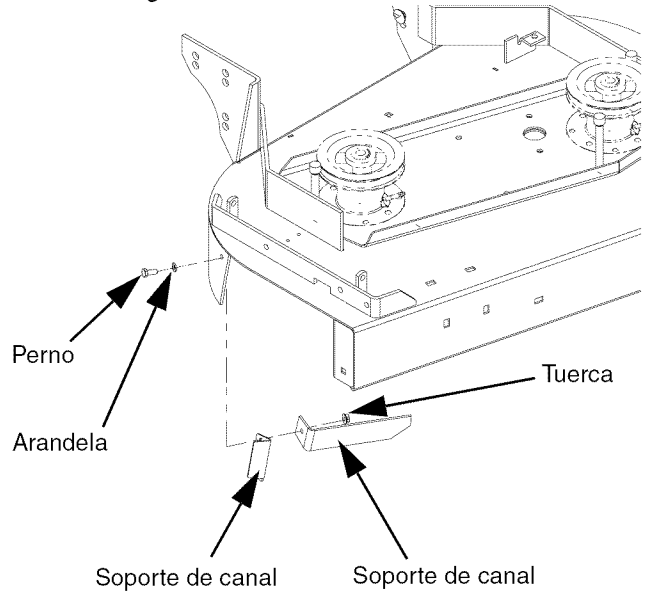

Figura 9
- Fije el soporte del canal [S] y el soporte del canal anteriormente extraído en el paso 8 a la parte interna de la plataforma de la cortadora usando (1) perno 5/16-18 x 1.00 [T], (1) arandela plana 5/16 y (1) tuerca de seguridad Nylock 5/16-18. Vea la Figura 9 a continuación.